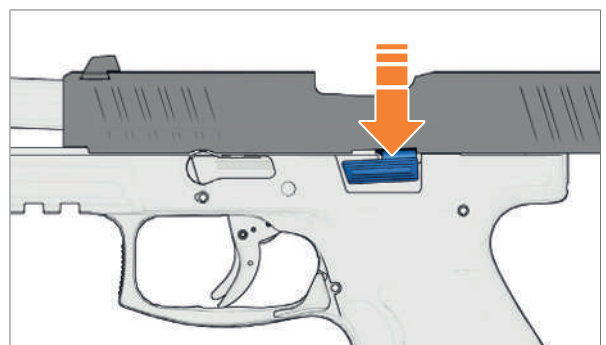

Abb. 23: Verschlussfanghebel nach unten drücken
- › Verschlussfanghebel nach unten drücken (Abb. 23). Der Verschluss schnellt nach vorne.